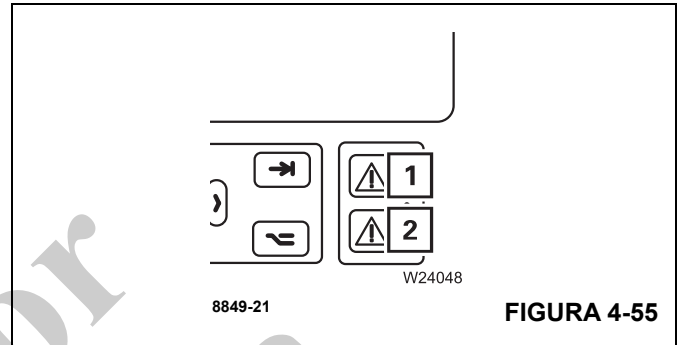

FIGURA 4-55
Las luces (1), (Figura 4-55), y (2), (Figura 4-55), se apagan. El código de RCL se ha aplicado.